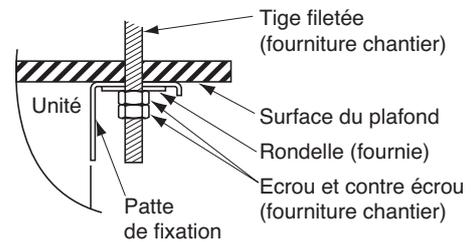
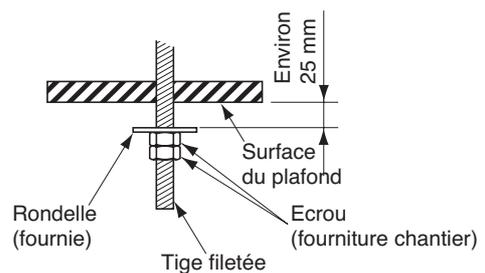

Fig. 3-43
Fig. 3-45
(6) Procédez aux préparatifs nécessaires à la suspension de l'unité intérieure. La méthode de suspension varie selon que le plafond est ou non suspendu. (Fig. 3-43 et 3-44)
(7) Suspendez l'unité intérieure en procédant comme suit :
a) Montez 1 rondelle et 2 écrous hexagonaux sur chaque tige filetée comme illustré sur la figure 3-45.